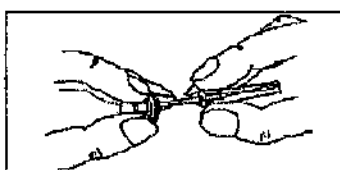

Figura 3
4. Inserte el introduductor en el tubo de llenado hasta la marca y retire la varilla de introducción del tubo guía (figura 3).